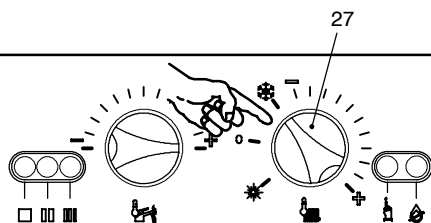

fig. 7.8
- 18 Chiudere il rubinetto acqua calda sanitaria. Per uscire dalla programmazione posizionare il selettore 27 come indicato in fig. 7.8